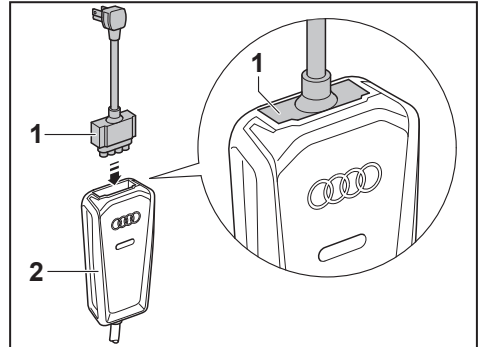

Fig. 4: Desconectar o conectar el adaptador.
- Tire del adaptador Fig. 4 -1- para sacarlo de la unidad indicadora -2-.
- Enchufe el adaptador Fig. 4 -1- en la unidad indicadora -2- como se muestra. Asegúrese de que el adaptador esté completamente enchufado (Fig. 4, lupa).